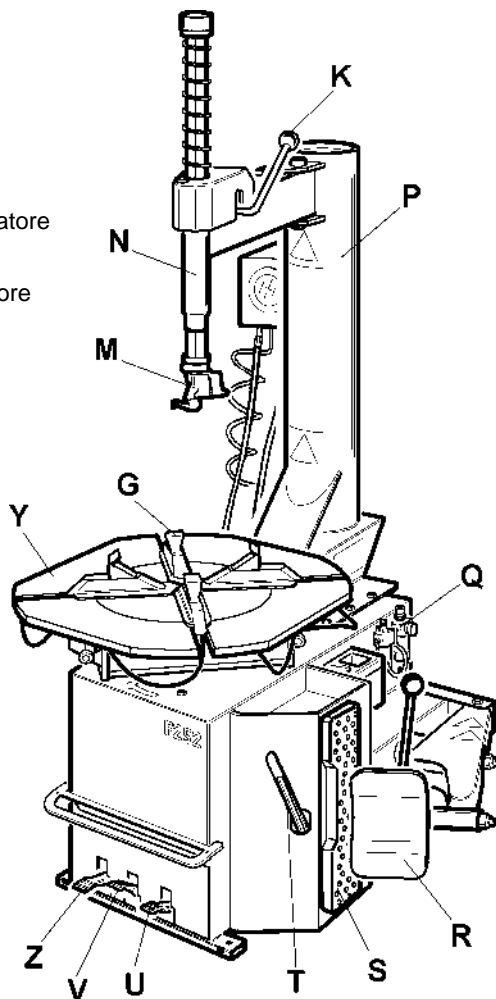

Fig. 1/ Abb. 1
**Assicurarsi dell'integrità dell'apparecchio controllando che non vi siano parti visibilmente danneggiate o mancanti facendo riferimento alla fig. 1**
***Check that the equipment is in perfect condition, making sure that no parts are damaged or missing. Use fig. 1 for reference.***
**Contrôler qu'il n'y ait pas de parties visiblement endommagées ou manquantes en se référant à la figure 1.**